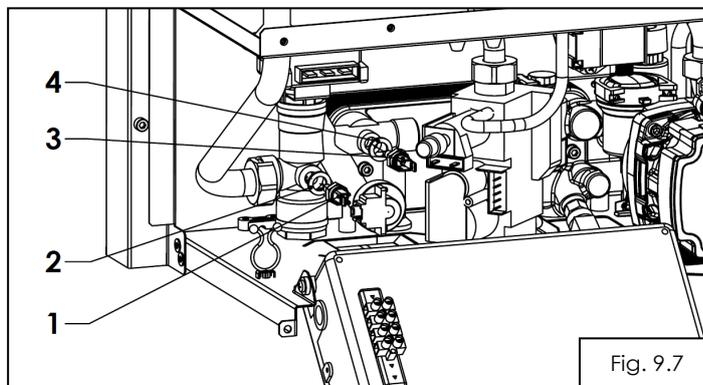

Fig. 9.7
Inlocuirea senzorului de pe circuitul de termoficare(1) fig.9.7 presupune urmatoarele operatii:
- se deconecteaza senzorul (1);
- se demonteaza senzorul de pe circuitul de termoficare (1) cu o cheie fixa de 13mm.
Inlocuirea senzorului de pe circuitul de apa calda menajera(3) fig.9.7 presupune urmatoarele operatii:
- se deconecteaza senzorul (3);
- se demonteaza senzorul de pe circuitul de apa calda menajera (3) cu o cheie fixa de 13mm.
- Daca rezultatul verificarilor este pozitiv se inlocuieste senzorul de temperatura de pe circuitul de termoficare (vezi fig.9.7).
Daca rezultatul verificarii este pozitiv se inlocuieste senzorul de temperatura de pe circuitul de ACM (vezi fig.9.7).